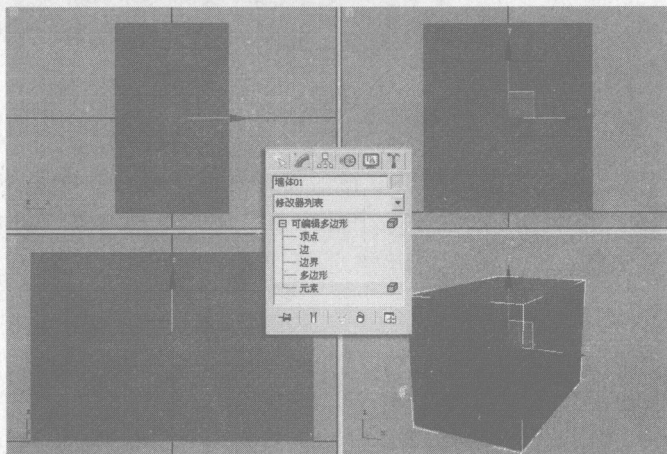

图 1-10 选择“元素”子对象
⑥ 当对象塌陷为“可编辑多边形”后，可以对其包含的子对象进行编辑。可编辑多边形的子对象包括顶点、边、边界、多边形和元素。选择“墙体 01”对象，单击“可编辑多边形”选项左侧的  图标，展开子对象层级。选择“元素”选项，进入该子对象层，然后在视图中选择子对象，这时可以看到选择子对象呈红色显示，如图 1-10 所示。